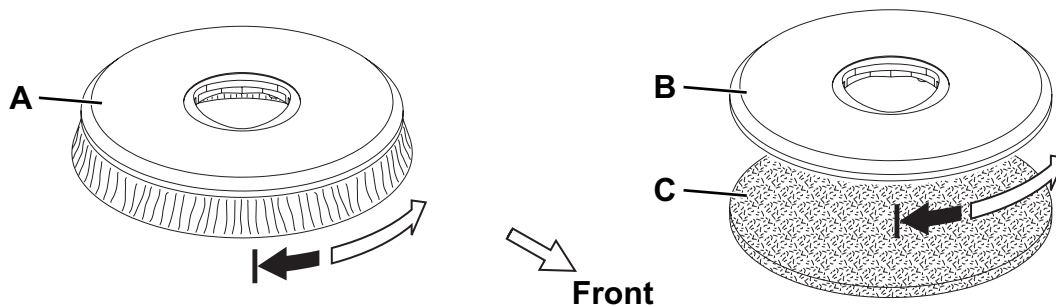

Рис. 3
Используйте либо щетку (А, Рис. 3) или прокладкодержатель (В и С) в соответствии с типом очищаемого пола.
2. Поднимите платформу щетки/прокладкодержателя (13), передвинув ручку управления (2).
3. Расположите щетку (А, Рис. 3) или прокладкодержатель (В - С) под платформой.
4. Опустите платформу (13) с помощью ручки управления (2).
5. Чтобы включить машину, нажмите переключатель (41).
6. Нажмите кнопки включения (47) на несколько секунд, чтобы зафиксировать щетку/прокладкодержатель на платформе приводной ступицы (13). В случае необходимости повторяйте эту процедуру, пока не удастся зацепить щетку/держатель прокладок.